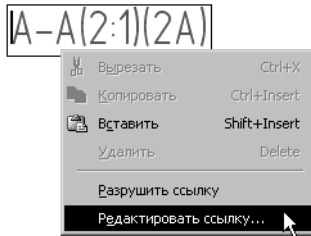

Рис. 45.3. Редактирование и разрушение ссылок в обозначении вида
- ▼ изменить параметры ссылок, входящих в состав обозначения, с помощью команды **Редактировать ссылку** из контекстного меню (рис. 45.3),
- ▼ превратить ссылки в обычный текст с помощью команды **Разрушить ссылку** из контекстного меню (рис. 45.3).